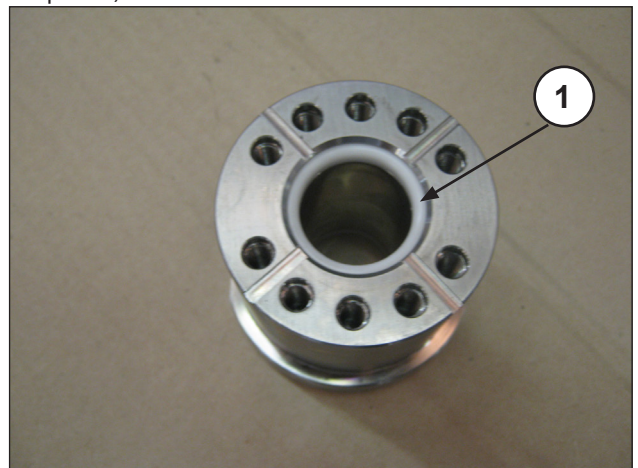

Fig. 131
- Insira a junta de estanqueidade na camisa (Fig. 131, pos. ①).